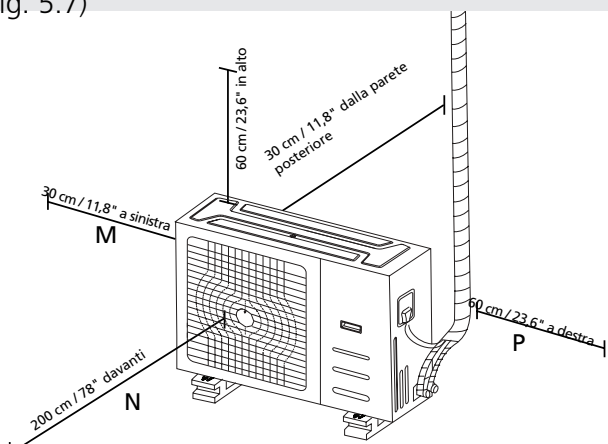

Fig. 5.7
**NOTA:** la distanza minima tra l'Unità Esterna da e le pareti riportata nella guida di installazione non si applica ai locali a tenuta ermetica. Assicurarsi che l'unità non presenti ostruzioni in almeno due delle tre direzioni (M, N, P) (vedere Fig. 5.7)